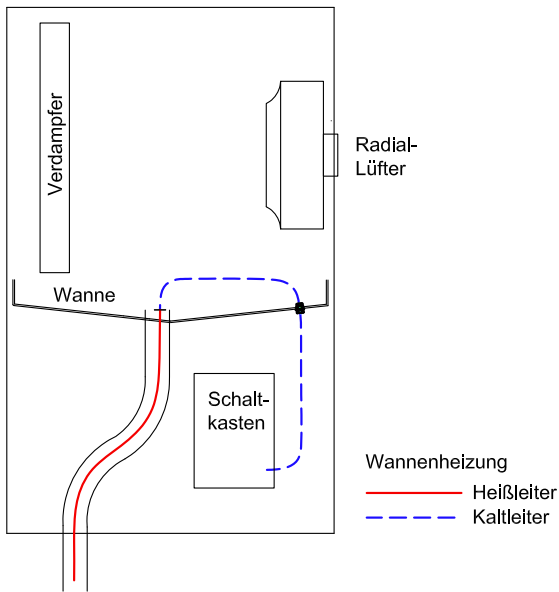

Abb. 1.9:
- Verlegen Sie die mitgelieferte Kondensatablaufheizung (siehe Abb. 1.9 auf S. 3)